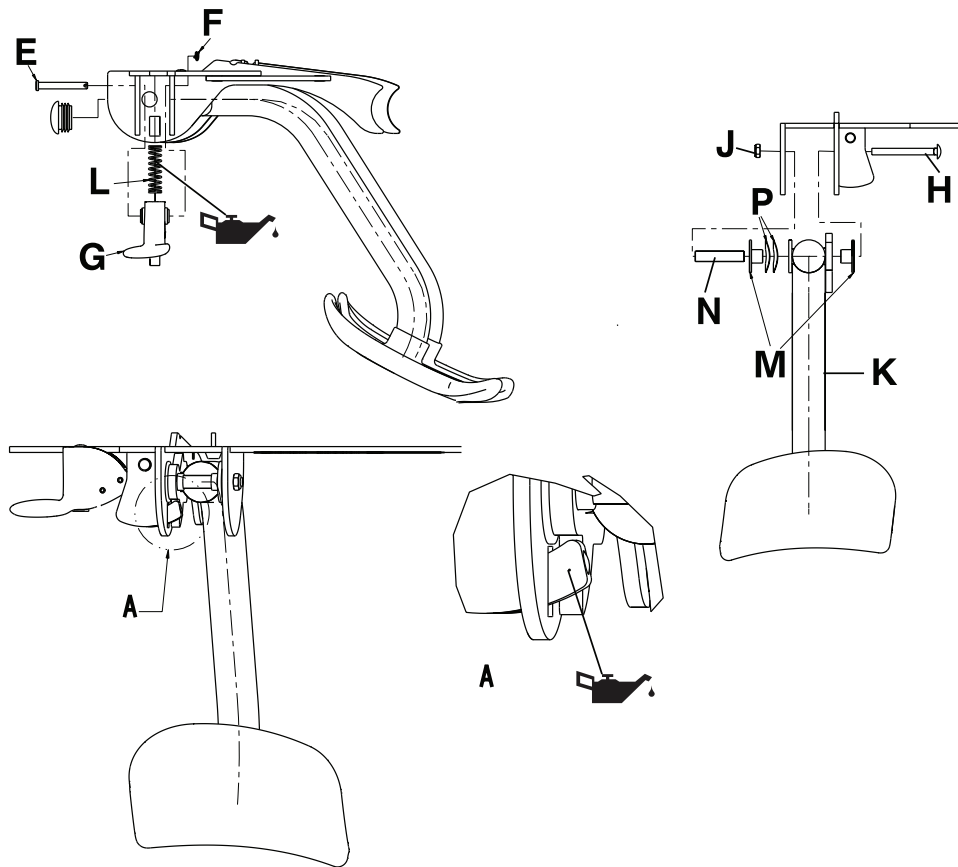

Figura 5-37: Componentes do apoio de perna
6. Com um alicate de pontas finas, retire a chaveta Rue Ring (F) e o pino de união (E) que fixam os conjuntos do fecho do apoio de pernas (G) a ambos os lados da peça soldada da placa de montagem do apoio de perna (D). Retire os conjuntos do fecho do apoio de pernas (G) e as molas de compressão (L) de ambos os lados da peça soldada da placa de montagem do apoio de perna (D) (Figura 5-37 na página 5-59). Guarde os conjuntos do fecho do apoio de perna, as molas, as chavetas Rue Ring e os pinos de união.
7. Com uma chave de extremidade aberta de 7/16", retire a porca sextavada nylock (J) e o perno (H) que fixam o conjunto do apoio de perna (K) à peça soldada da placa de montagem do apoio de perna (Figura 5-37 na página 5-59).
8. Retire as duas anilhas (P), as duas buchas (M) e o espaçador da peça giratória do apoio de perna (N), à medida que remove o conjunto do apoio de perna (Figura 5-37 na página 5-59). Guarde todas as peças.
- a. Lubrifique a mola de compressão (L) e a ponta do fecho (Figura 5-37 na página 5-59), com lubrificante Syntech, se necessário.
- b. Instale as anilhas (P) na bucha (M) antes de colocá-las no conjunto de apoio de perna.
2. Com uma chave combinada de 7/16", aperte ou desaperte a porca sextavada nylock (J), um quarto de volta de cada vez. (Figura 5-37 na página 5-59).